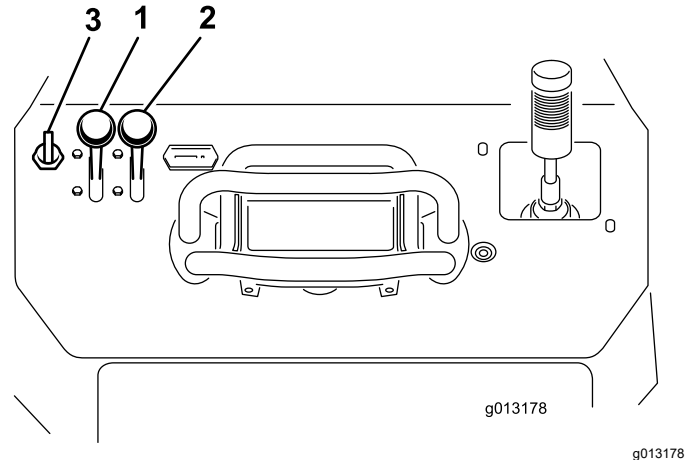

Figura 17
1. Mova a alavanca do acelerador para o meio entre a posição LENTO e a posição RÁPIDO (Figura 17).
2. Desloque a alavanca do ar para a posição LIGAR (Figura 17).
3. Rode a chave para a posição LIGAR (Figura 17). Quando o motor arrancar solte a chave.
4. Gradualmente, desloque a alavanca do ar para a posição DESLIGAR (Figura 17). Se o motor perder velocidade ou se engasgar, volte a engatar o ar até o motor aquecer.
5. Desloque a alavanca do acelerador para a posição pretendida (Figura 17).